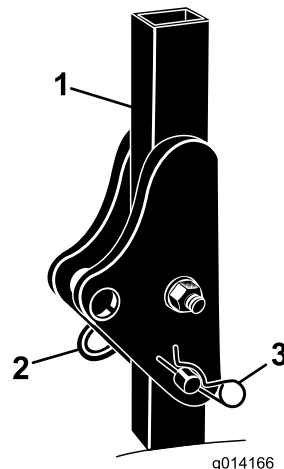

Figure 5
1. Retirez les goupilles fendues puis les axes de l'arceau de sécurité (Figure 5).
2. Relevez complètement l'arceau de sécurité puis insérez les 2 axes et fixez-les avec les goupilles fendues (Figure 5).